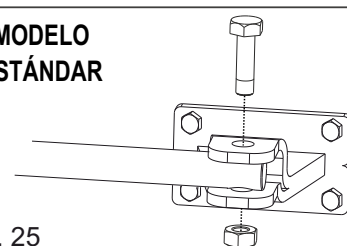
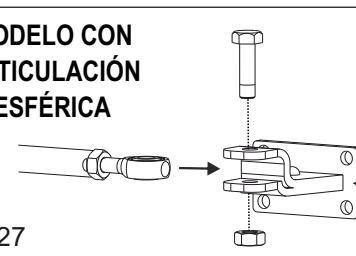

Fig. 25
Fig. 27
- Fijar el pistón en el soporte delantero apretando el tornillo suministrado - Fig. 25 o Fig. 27